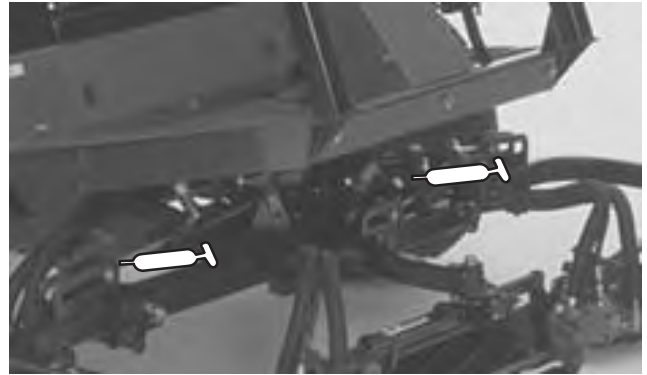

Figure 41
- Vérins de relevage (5) (Fig. 41)